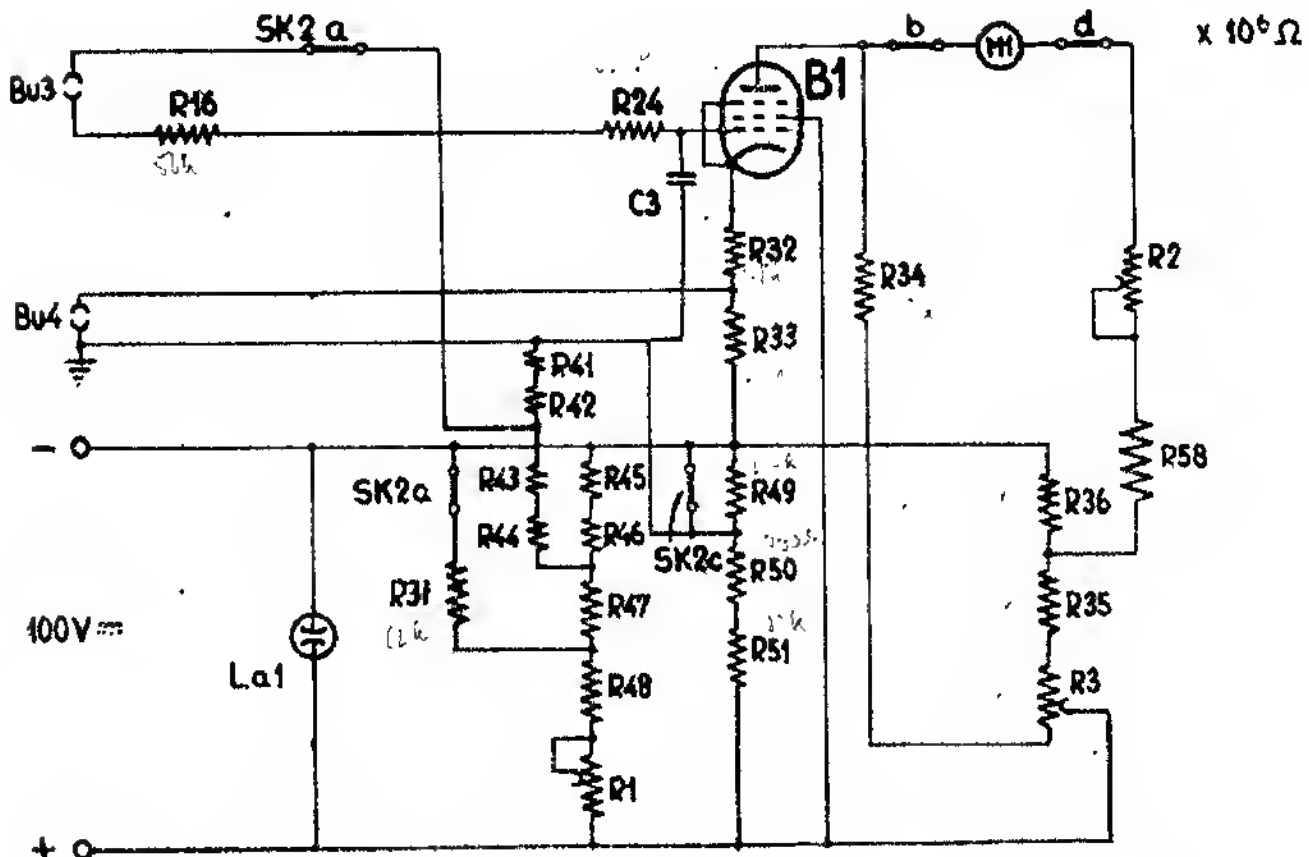

Fig. 7
e. Weerstandsgebied $\times 1 M\Omega$ (fig.7)